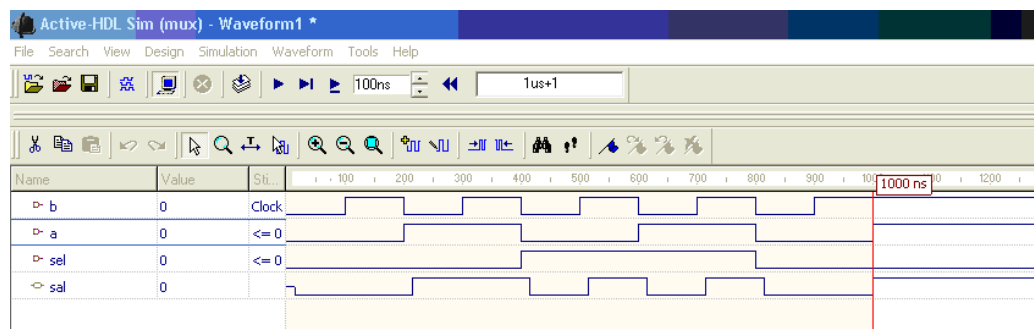

Figura 10. Simulación completa.
15. Se pueden hacer todas las posibles combinaciones de entrada, para observar si el circuito funciona correctamente. De esta manera se obtiene la figura 10.